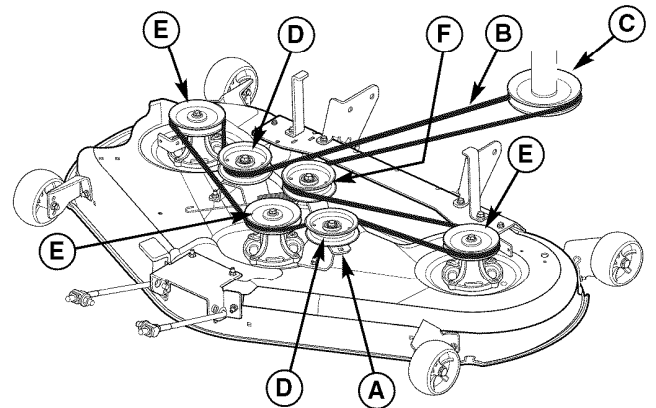
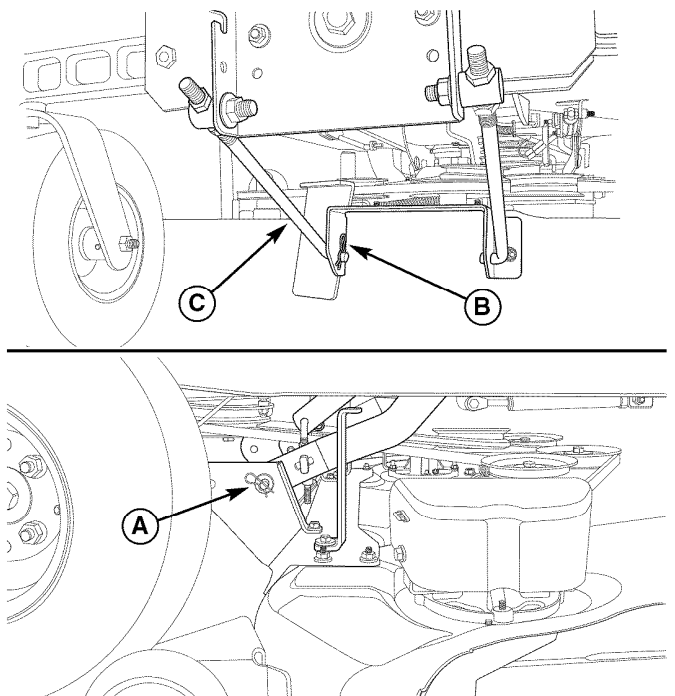

Figura 15. Dirección de la correa del cortacésped
Figura 16. Componentes de enganche del cortacésped
3. Inserte el trinquete en el orificio cuadrado de 9,5 mm (3/8 pulg.) del brazo de polea tensora (A, Figura 15) y tire para liberar la tensión de la correa. Retire la correa del cortacésped (B) de la polea del motor de transmisión (C).
9. Retire el clip de la horquilla (A, Figura 16) que fija el brazo elevador posterior del cortacésped. Separe el brazo elevador de la plataforma del cortacésped. Repita el proceso en ambos lados del cortacésped.
10. Retire el clip de horquilla (B) que fija la barra de enganche delantera (C). Separe la barra de enganche delantera de la plataforma del cortacésped. Repita el proceso en ambos lados del cortacésped.
1. Haga deslizar la plataforma del cortacésped por debajo del lado derecho del cortacésped. Haga deslizar el cortacésped hacia delante y enganche la barra de enganche frontal (C, Figura 16) a los ganchos frontales.
2. Monte las barras de enganche frontales y fíjelas con los clips de horquilla (B).
3. Haga deslizar la plataforma del cortacésped hacia atrás y conecte los brazos elevadores posteriores a la plataforma del cortacésped. Fíjela con los clips de horquilla (A).
7. Inserte el trinquete en el orificio cuadrado de 9,5 mm (3/8 pulg.) del brazo de polea tensora (A, Figura 15) y tire para liberar la tensión de la correa. Instale la correa del cortacésped (B) en la forma que se muestra en la Figura 15.